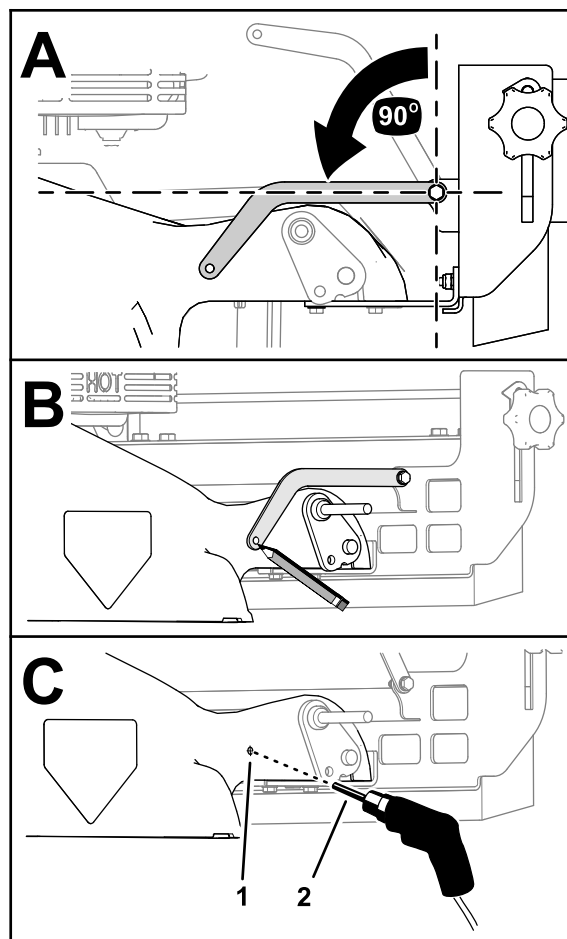

Figura 12
- A la derecha de la carcasa de la segadora, alinee el tirante del cepillo 90° con respecto al bastidor del cepillo (Figura 12).
2. Marque la ubicación del taladro del tirante del cepillo en la carcasa (Figura 12).
4. Taladre en la marca del medio con una broca de 6,5 mm, tal y como se muestra en la Figura 12.